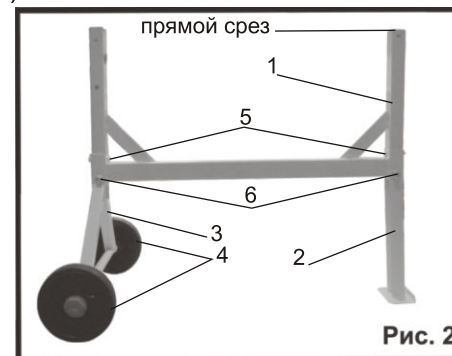

Рис. 2
6.1 Закрепите дополнительную опору (2) к правой стороне (прямой срез) болтами (5, 6) (пакет А), к левой стороне подставки ось с колесами (3,4) болтами (5,6) (пакет В) как показано на (рис. 2).